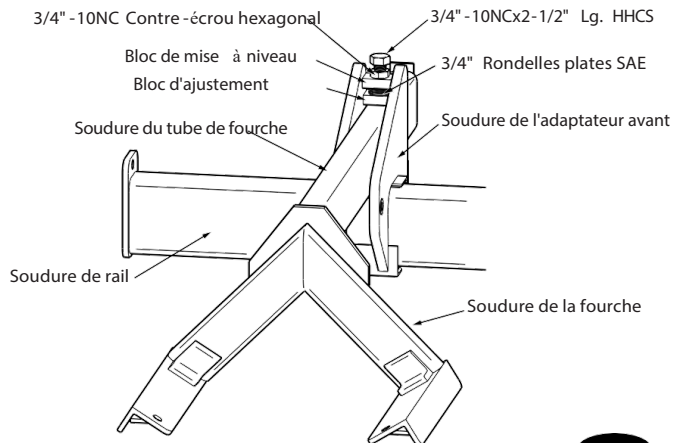

Fig. 34
1. Des rondelles plates SAE de 3/4" doivent être ajoutées entre le bloc de nivellement et le bloc de réglage. (5) qté de rondelles seront nécessaires si le sol est complètement à niveau.
2. Placez le contre-écrou 3/4«-10NC sur le HHCS 3/4 »-10NC x 2-1/2" lg, en serrant jusqu'à ce que l'écrou soit proche de la tête du boulon, voir Fig. 34.